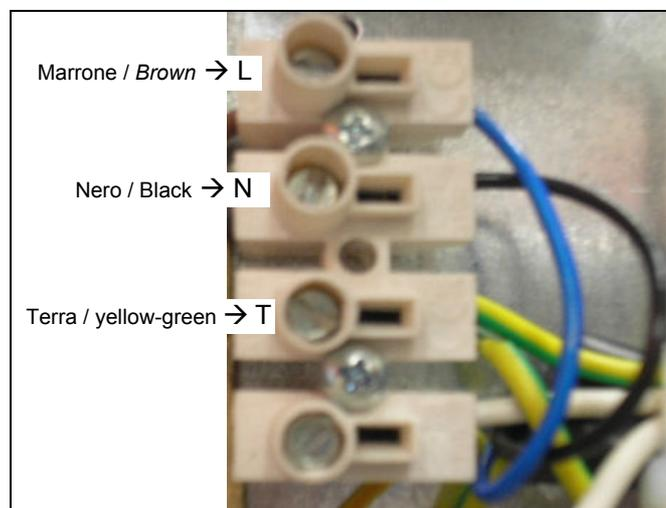

Figura 3 – Figure 3
- collegare il cavo nero al morsetto N (Figura 3)
- collegare il cavo marrone al morsetto L (Figura 3)
- collegare il cavo giallo/verde al morsetto di terra T (Figura 3)